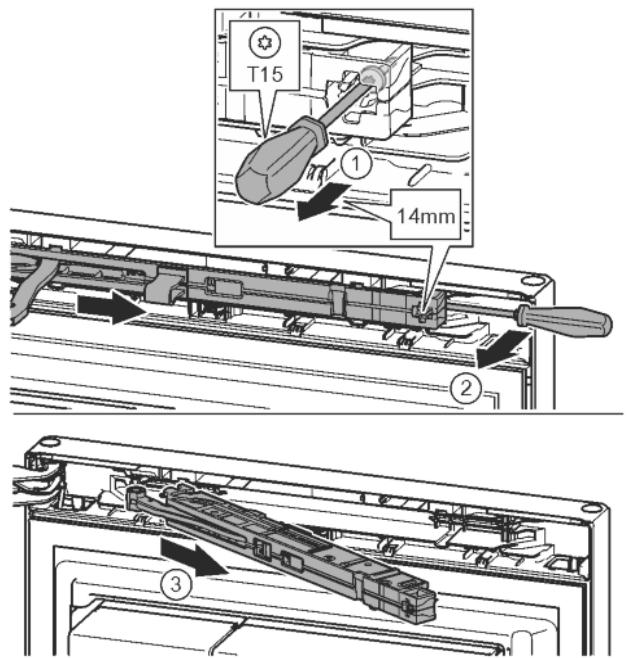

Fig. 11
- ▶ Odvijačem T15 otpustite vijak na jedinici prigušivača zatvaranja oko 14 mm. Fig. 11 (1)
- ▶ Umetnute odvijač na strani prianjanja iza jedinice prigušivača zatvaranja i okrenite prema naprijed. Fig. 11 (2)
- ▶ Izvucite jedinicu prigušivača zatvaranja. Fig. 11 (3)